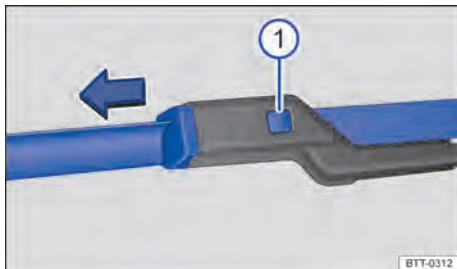

Fig. 138 Substituir as palhetas dos limpadores do para-brisa.
- Manter o botão de destravamento → Fig. 138 ① pressionado e, ao mesmo tempo, retirar a palheta do limpador do para-brisa no sentido da seta.